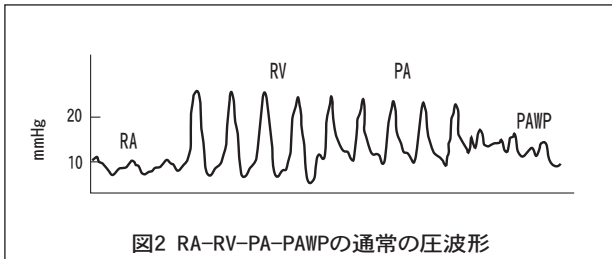

図2 RA-RV-PA-PAWPの通常の圧波形
2. 先端孔から圧を連続的に監視しながらカテーテルを静かに右心房内に進めます。カテーテルの先端が胸部内に入ると、監視している圧波形が呼吸性の変動を受けて大きく変化します。図2は典型的な心内（右心房／右心室）および肺動脈系（肺動脈／肺動脈楔入部）の特徴的な圧波形を示します。